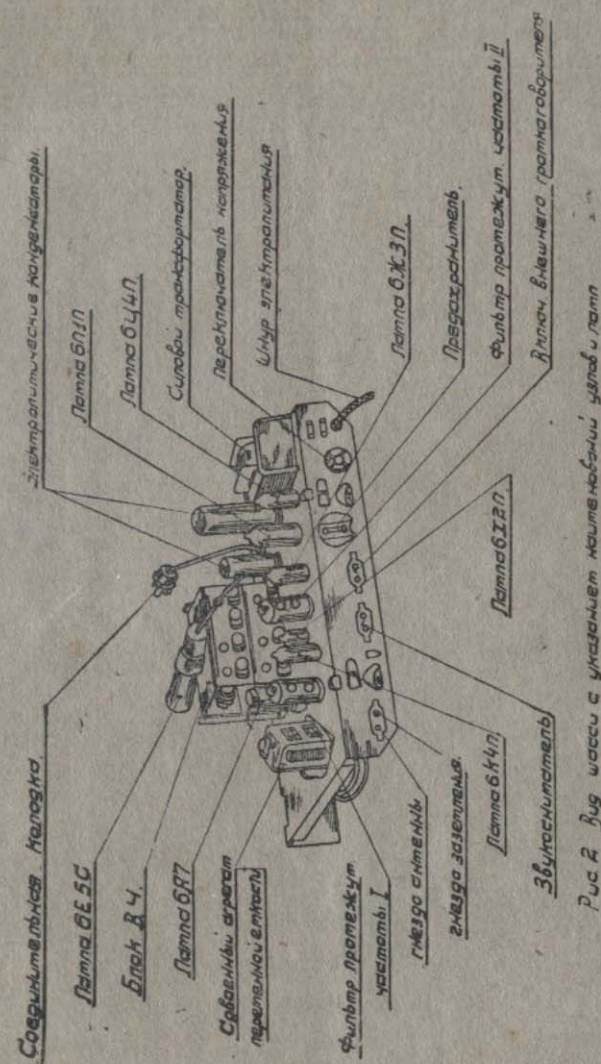

Рис. 2 Расположение ламп на шасси с указанием наименьшей упаковки
Расположение ламп на шасси указано на рис. 2 а также на задней стенке приемника.
- 2) что все лампы стоят на своих местах (согласно рис. 2);